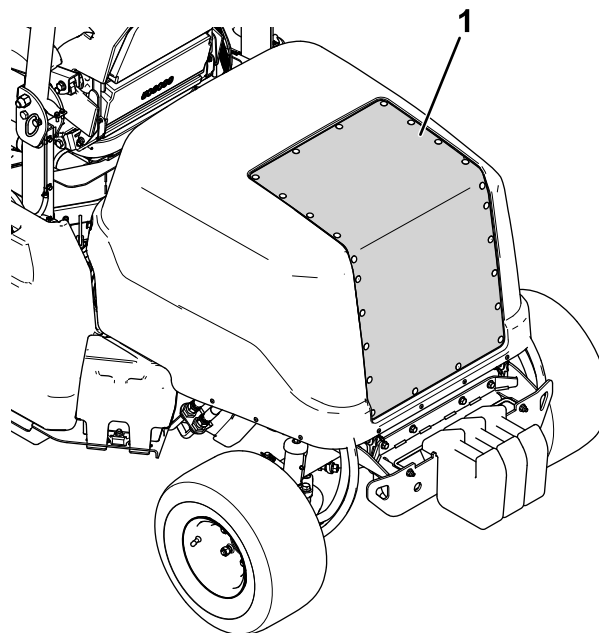

Рисунок 70
2. Используйте сжатый воздух для очистки сетчатого фильтра на капоте (показанного на Рисунок 70). Направляйте воздух от машины.